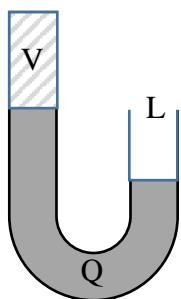

Abb. 2: Funktionsweise eines Quecksilber-Barometers
Man füllt Quecksilber – ein bei Zimmertemperatur flüssiges, schweres Metall – in ein gebogenes, nur einseitig offenes Rohr. Nach dem Drehen des Rohres in die in Abb. 2 gezeigte Lage sinkt das Quecksilber (Q) und hinterlässt im (in der Abbildung links oben) verschlossenen Teil tatsächlich ein Vakuum (V). Die Luft (L) drückt es mit ihrem Luftdruck – proportional zur offenliegenden Fläche des Quecksilbers – nach oben. Am linken Teil des Rohrs kann man nun eine Skala zum Ablesen des Drucks je nach Flüssigkeitsstand anbringen.